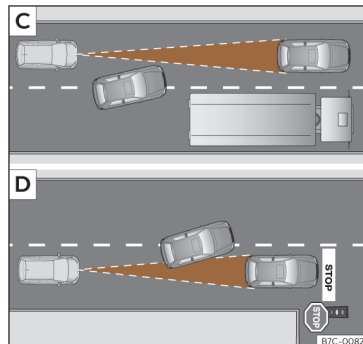

Abb. 106 **C** Fahrspurwechsel eines anderen Fahrzeugs. **D** Abbiegendes und weiteres stehendes Fahrzeug.
- Fahrzeuge, die in geringem Abstand auf die eigene Fahrspur wechseln »» **Abb. 106 C**.
Es ist möglich, dass ACC nicht auf stehende Fahrzeuge reagiert. Wenn z. B. ein von ACC erfasstes Fahrzeug abbiegt oder ausschert und sich vor diesem Fahrzeug ein stehendes Fahrzeug befindet, reagiert ACC nicht auf das stehende Fahrzeug»» **Abb. 106** [D].